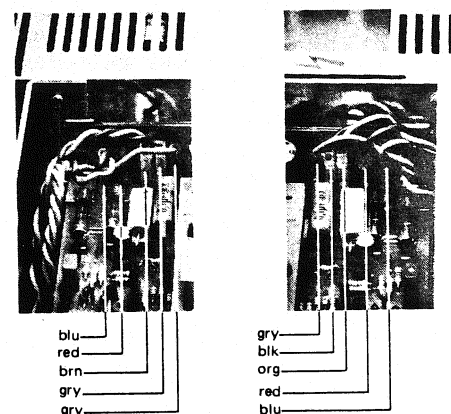

Fig. 2.6
2.7 Kuehlaggregat inklusive POWER AMPLIFIER PCB 1.725.800 ausbauen (Fig. 2.6 und 2.7)
- Auf jeder Seite des POWER AMPLIFIER PCB's je fuenf Flachstecker ausziehen (Fig. 2.6).